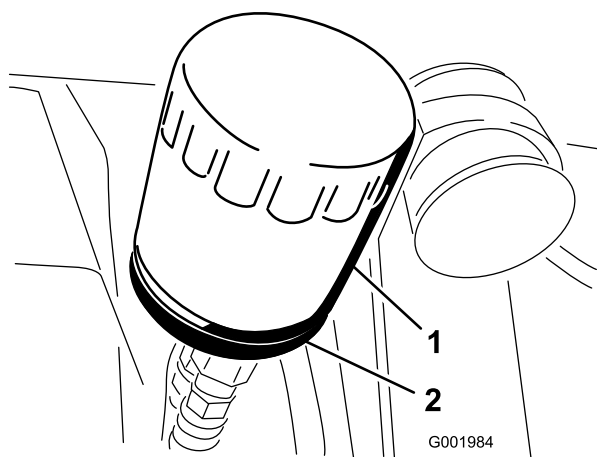

Figure 52
2. Déposez le filtre à huile (Figure 52).
5. Posez le filtre à huile de rechange sur l'adaptateur. Tournez le filtre dans le sens horaire jusqu'à ce que le joint touche l'adaptateur, puis donnez 1/2 tour supplémentaire (Figure 52).